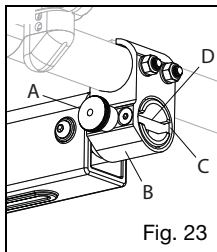

Fig. 23
1. Pour la retirer, tirez le bouton de déverrouillage (Fig. 23:A) pour désengager la goupille de verrouillage et sortez l'ensemble hors du récepteur tubulaire.
2. Pour insérer l'ensemble, tirez le bouton de déverrouillage (Fig. 23:A) et insérez l'ensemble dans le récepteur tubulaire (Fig. 23:B).
3. Faites pivoter l'ensemble dans le récepteur pour aligner la fente (Fig. 23:C) et la goupille transversale (Fig. 23:D).
4. Relâchez le bouton (Fig. 23:A).